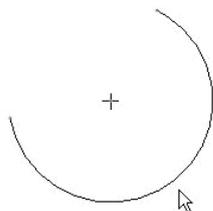

图 2-17 改变半径
(1) 改变半径。将鼠标指针移动到圆弧上，按下左键不放同时拖动，圆弧的半径便随鼠标指针移动而变化，如图 2-17 所示，在合适位置松开左键，完成操作。
(2) 旋转并改变包角。将鼠标指针移动到圆弧一端点上，按下左键不放同时拖动，圆弧